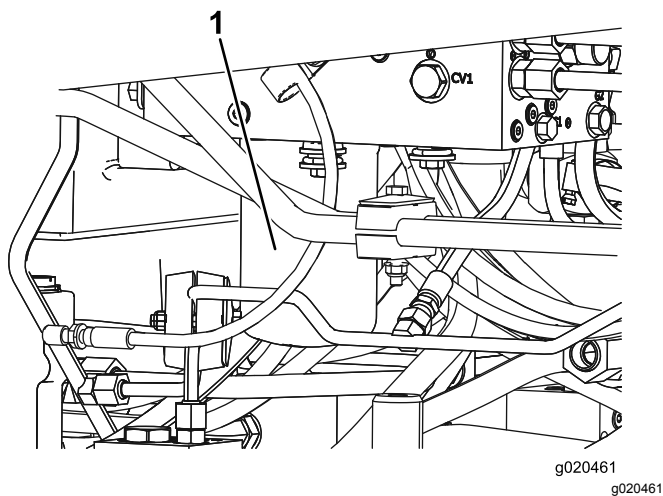

Figura 101
5. Ripetete l'operazione sull'altro filtro (Figura 101).